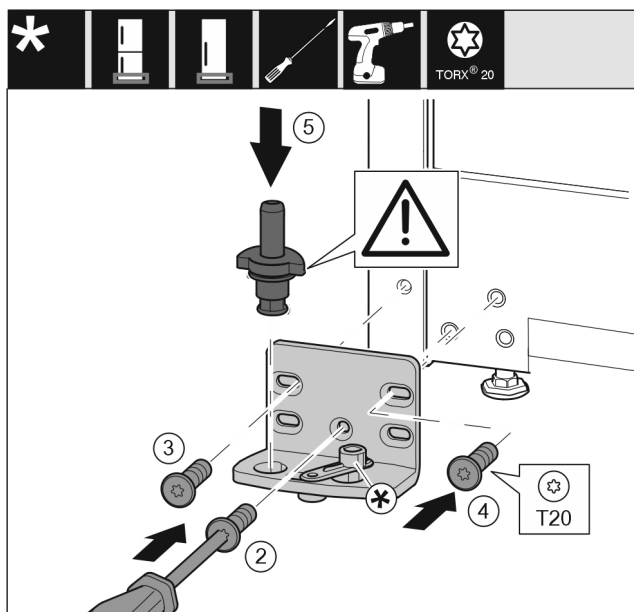

Fig. 17
- Uždėkite atraminę gembę kitoje pusėje ir prisukite atsuktuvu. Pradėkite nuo varžto Fig. 17 (2) apačioje viduryje.
- Tvirtai prisukite varžtą Fig. 17 (3) ir varžtą Fig. 17 (4).
- Įstatykite atraminį kaištį Fig. 17 (5) iki galo. Atkreipkite dėmesį į tai, kad fiksavimo kumštelis būtų nukreiptas į galą.